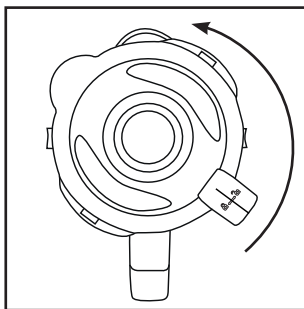

Abb.1
- 2) Entfernen Sie den Deckel **2**, indem Sie ihn so weit gegen den Uhrzeigersinn Richtung Position **↷** drehen (siehe Abb. 1), bis Sie ihn nach oben abziehen können.